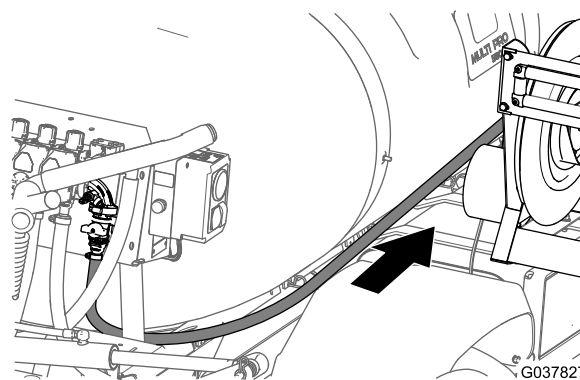

Bild 99
4. Verlegen Sie den Zulaufschlauch nach vorne entlang des Sprühbehälters zur Schlauchtrommel und befestigen Sie den Schlauch mit drei Kabelbinden am Behälterrahmen (Bild 99).